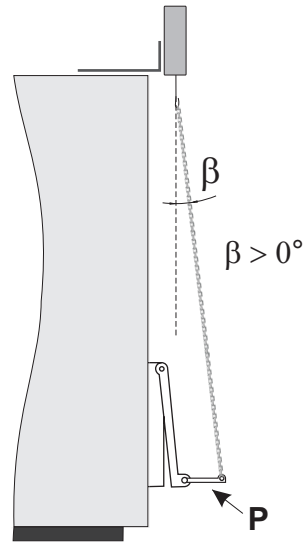

Abb. 5
Wenn der Winkel β (Abb. 5) zu klein ist, kann das zu einer Erhöhung der erforderlichen Kraft zum Öffnen der Klappe und im Endeffekt zur Einstellung des Betriebs des Steuergerätemotors und Anzeige der Meldung "Er" führen. Um dem vorzubeugen, und den korrekten Betrieb des Steuergerätemotors zu gewährleisten, ist zusätzlich der an der Kesseltür montierte "P" Hebel zu verwenden. Oder das Steuergerät über die Kessellaße hervorzuschieben. Der Hebel wird vom Installationsunternehmen ausgeführt.
- Winkel α und β zwischen Kette und Kessel prüfen (siehe Abb. 4 S. 6 und Abb. 5 S. 7). Wenn diese von den empfohlenen Werten abweichen, kann dies zu einer Erhöhung der erforderlichen Kraft zum Öffnen der Klappe und Erscheinen des Symbols “EO” am Display führen. Es wird empfohlen, das Steuergerät über die Maße des Ofens hervorzuschieben oder einen zusätzlichen Hebel für die Kesseltür anzuwenden.